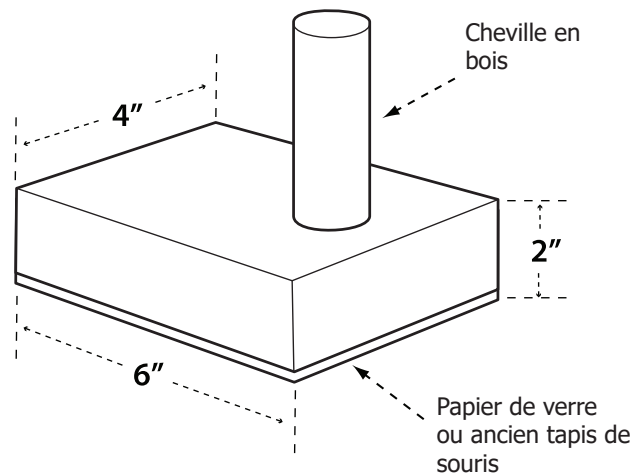

FIGURE 30
3. Coller un morceau de matériau brut ou mou comme du papier de verre ou du caoutchouc au fond du bloc pour saisir la pièce (un ancien tapis de souris fonctionne bien). (figure 30).